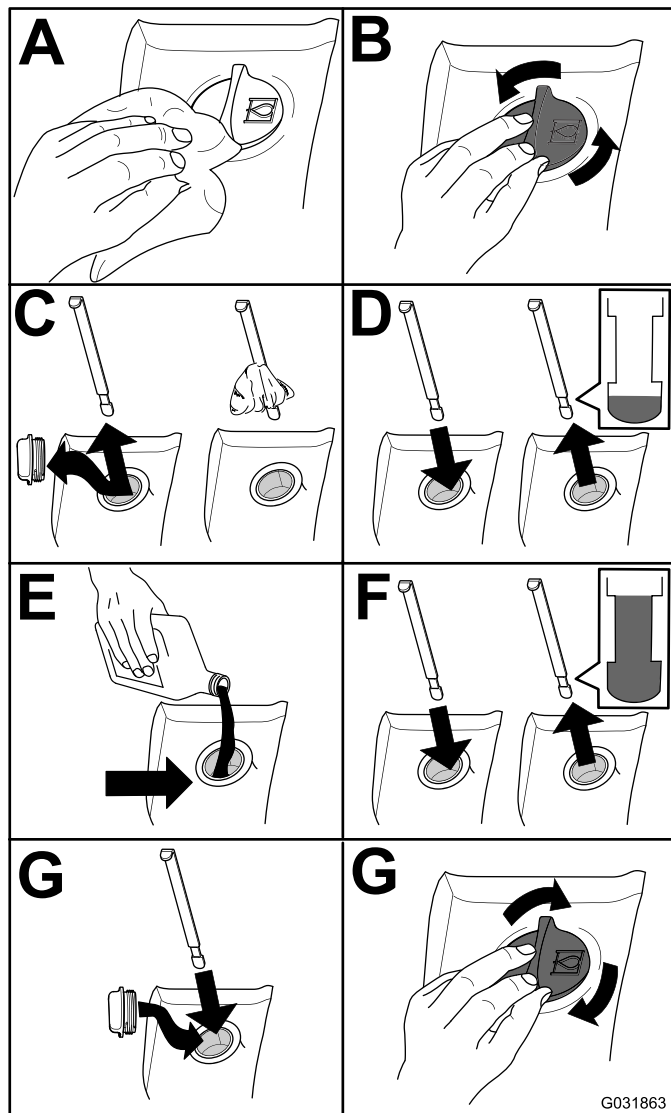

Figura 99
2. Controllare il livello del fluido idraulico (Figura 99).